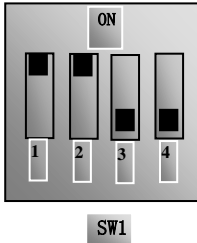

图 5-4
(4) 对于 E600 系列 5.5KW 及以下功率变频器控制端子排附近有一个四位红色拨码开关 SW1，如图 5-4 所示。拨码开关选择模拟量输入端子 A11 输入范围(0~5V/0~10V/0~20mA)；通过 F203 选择模拟量输入通道。出厂时拨码开关的位置如图 5-4，即 A11 为 0~10V 输入；其它拨码开关的位置与调速方式详见下表 5-2。